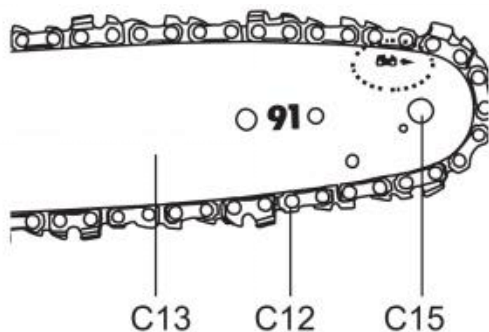

Fig. 11
7) Sågkedjans rörelse är enligt pilen (fig. 11).
Se till att sågkedjan (C12) är korrekt placerad över kedjehjulet (C15) på svärdet (C13). (Bild 11)